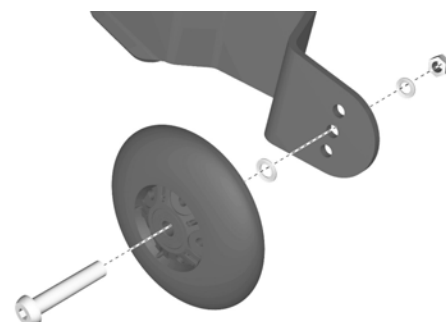

Abbildung 418. Stützrad.
2. Montieren Sie das Rad mit der Schraube, Scheibe und Mutter in der gewünschten Position. Siehe Abb. 418.